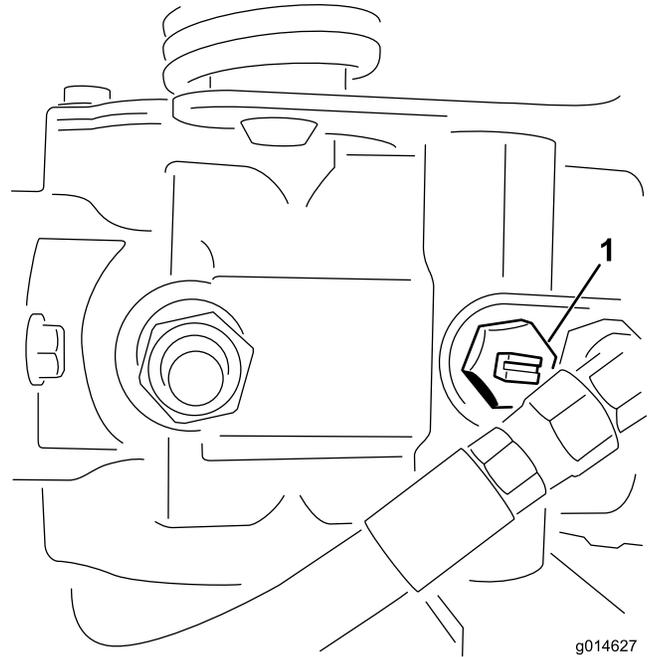

図 39
1. 油圧ポンプについているバイパスバルブ 図 39 の溝が「縦」になるようにバルブを回転させる。
2. エンジンを始動する時には、必ずバイパスバルブ 図 39 を閉じる溝が横向きになる。バルブを開けたままでエンジンを掛けないこと。